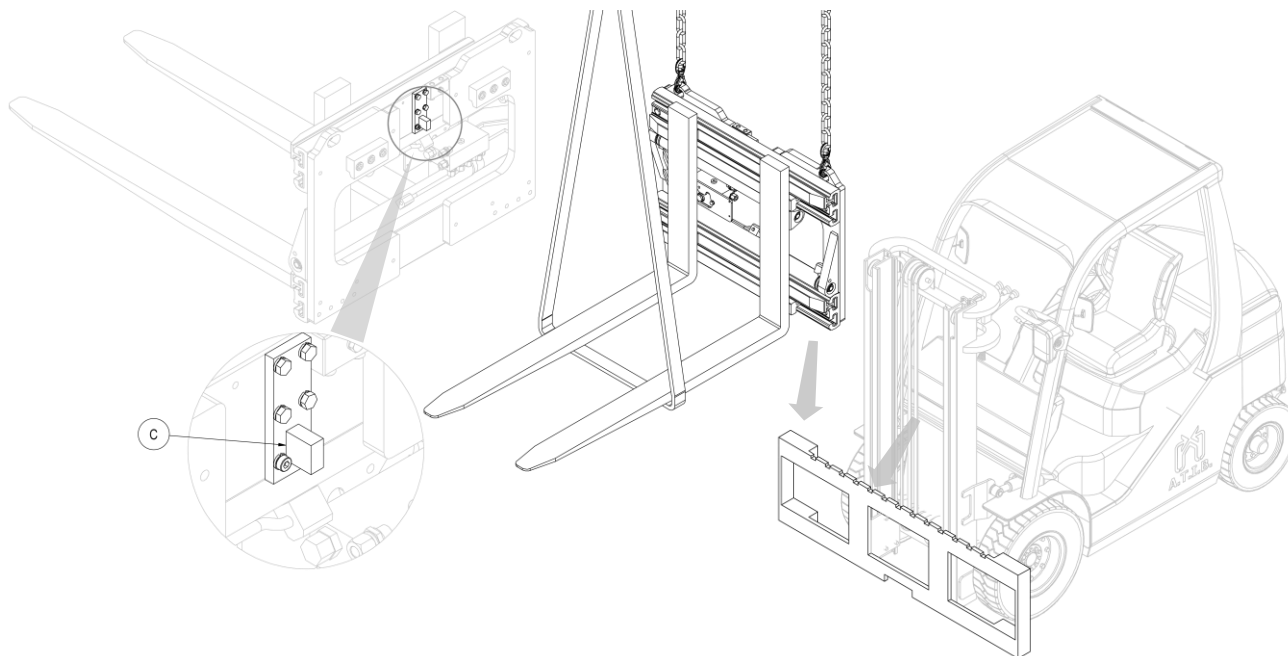

Figura 3
6. Enganche el equipo desde el punto de agarre superior con un puente grúa colóquelo en la placa porta horquillas, teniendo cuidado de encajar el diente de centrado **C** en la muesca central de la placa (mira *Figura 3*).